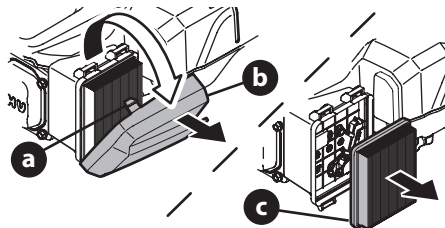

Figure 9
- Appuyez sur les languettes (a) qui retiennent le couvercle du filtre à air (b). Retirez le couvercle (Figure 9).